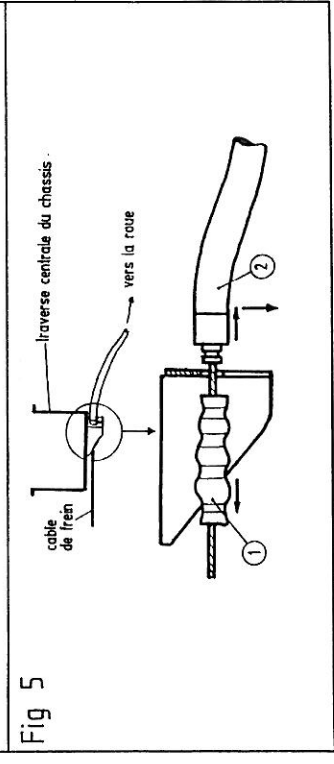

Fig 5
- e/ Dépose des câbles de frein à main (Fig 5) .